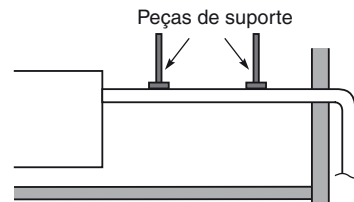

Fig.3-13
- Não aplique força à tubagem no lado da unidade quando ligar o tubo de drenagem. O tubo não deve ficar suspenso sem um suporte desde sua ligação à unidade. Aperte o tubo numa parede, armação ou outro suporte o mais próximo possível da unidade. (Fig. 3-13)